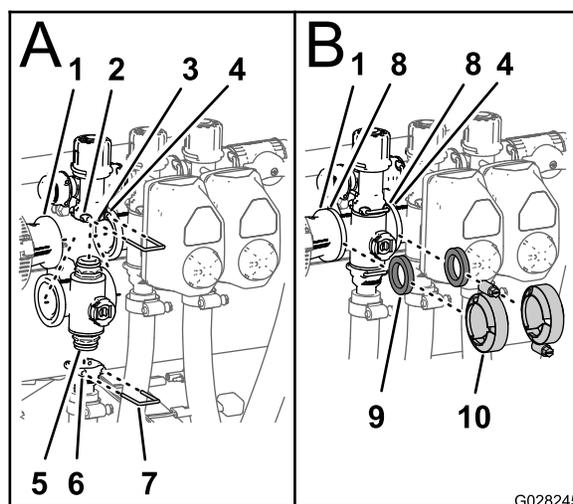

Рисунок 104
- Вставьте верхний штуцер торцевой крышки коллекторного клапана в перепускной штуцер (вид А на Рисунок 104).
- Прикрепите штуцер торцевой крышки к перепускному штуцеру, вставив держатель в гнездо перепускного штуцера (вид А на Рисунок 104).
- Установите выпускной штуцер на нижний штуцер торцевой крышки коллекторного клапана (вид А на Рисунок 104).
4. Прикрепите штуцер торцевой крышки к выпускному штуцеру, вставив держатель в гнездо выпускного штуцера (вид А на Рисунок 104).
5. Установите прокладку между фланцами переходной муфты и коллектором клапана секции (В на Рисунок 104).
6. Смонтируйте переходную муфту, прокладку и коллектор клапана секции с помощью хомута, затянув его от руки (В на Рисунок 104).
7. При монтаже двух самых левых клапанов секций установите прокладку между фланцами двух соседних коллекторов клапанов секций (В на Рисунок 104).
8. Смонтируйте два прилегающих коллектора клапанов секций и прокладку с помощью хомута, затянув его от руки (В на Рисунок 104).